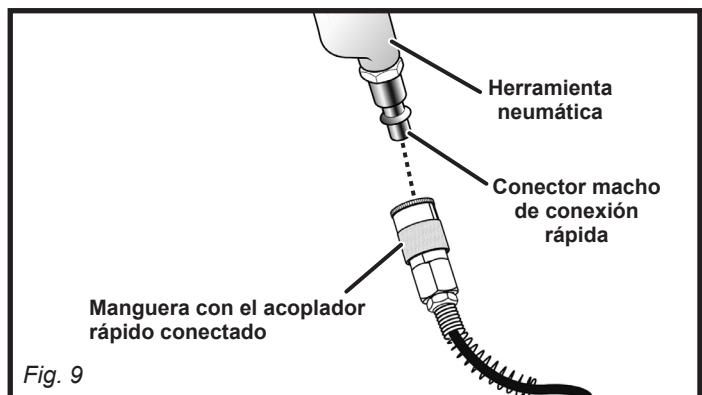

Fig. 9
- Conecte herramientas neumáticas a la manguera del aire introduciendo el conector macho de conexión rápida al racor rápido que hay en el extremo de la manguera (consulte la Fig. 9).